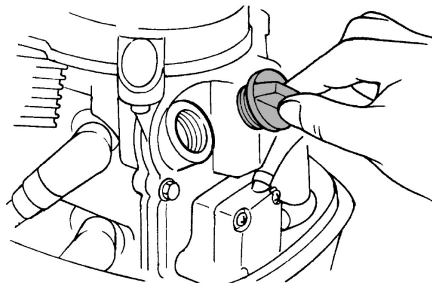
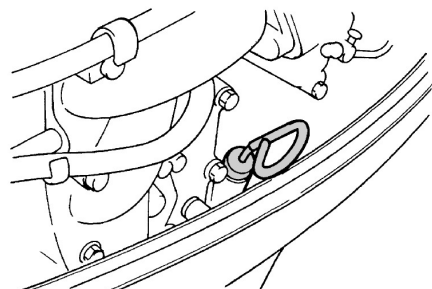

Рис. 19 Крышка маслозаливной горловины
Рис. 20 Масляный щуп
3. Открутите крышку маслозаливной горловины (Рис. 19), извлеките масляный щуп (Рис. 20) и протрите его насухо чистой ветошью.